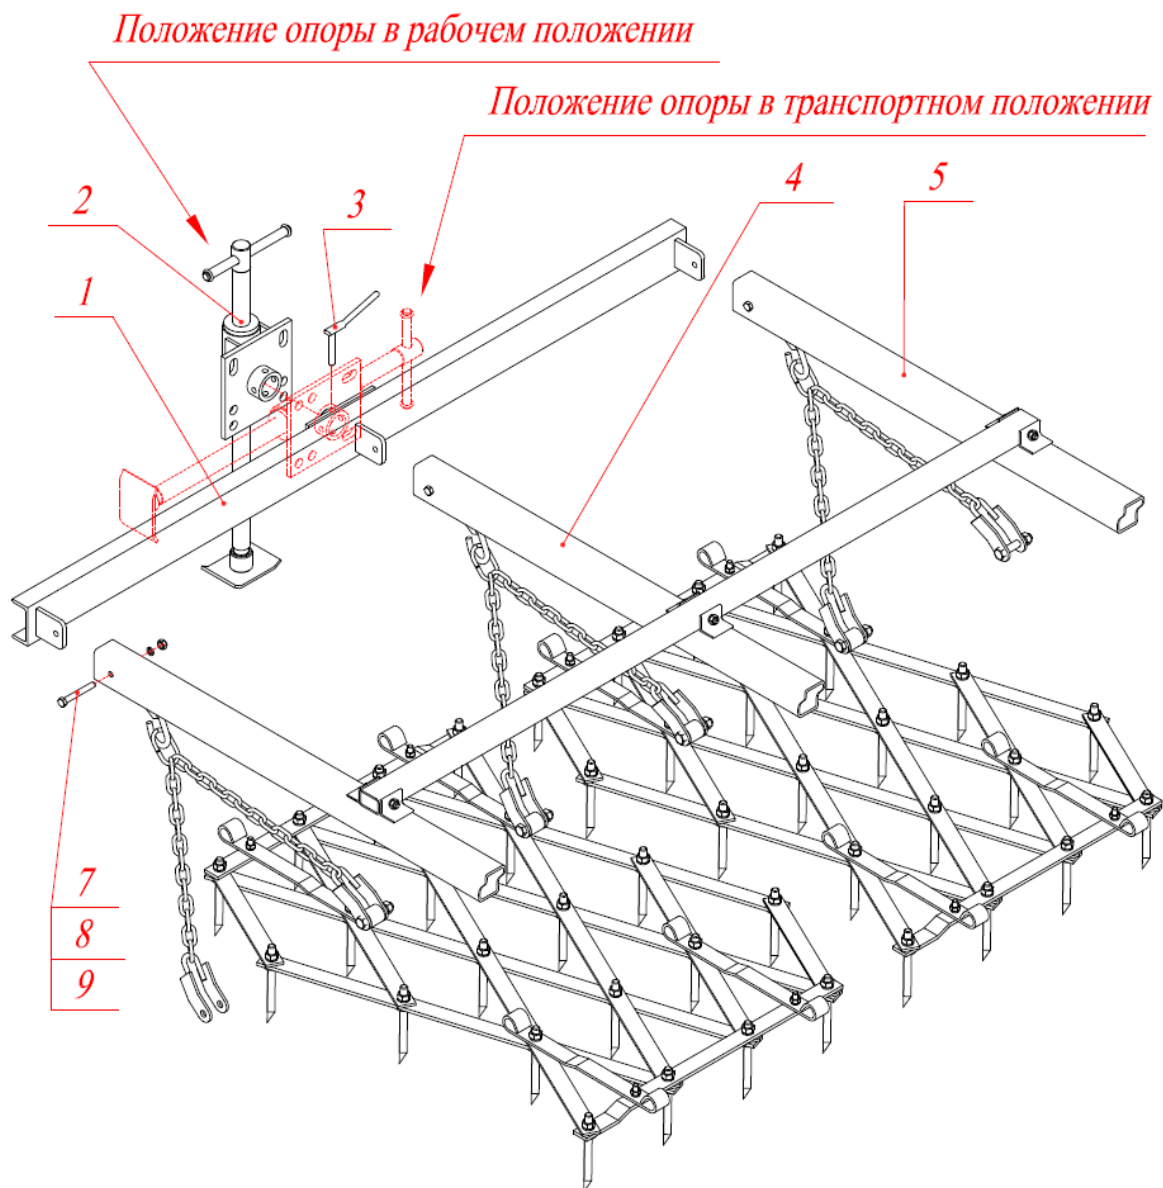

Рис.12 Задняя регулируемая опора.
2.1.9 Задняя регулируемая опора 2 (рис.12) служит для удерживания бороны в рабочем положении при отсоединении бороны от трактора. Опора устанавливается на ось поперечины 1 закрепленной на штангах 4 и 5 центральной секции и фиксируется в рабочем или в транспортном положении фиксатором 3.